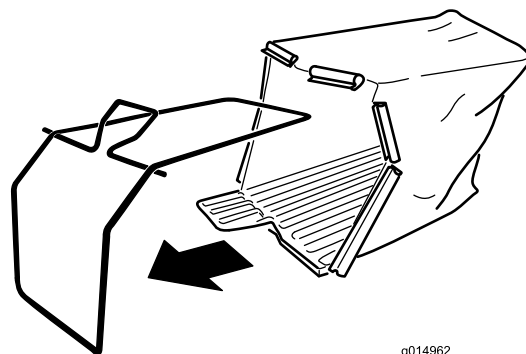

Figura 5
1. Fate scivolare il cesto sopra il telaio metallico come illustrato in Figura 5.